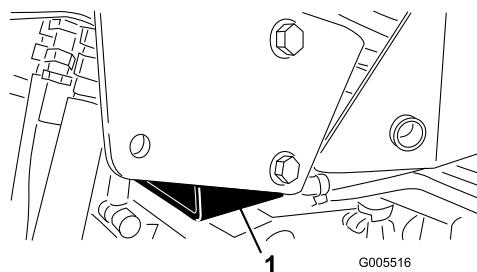

図 34
- ・右側ジャッキパッド部分と、ROPS横転保護バーのサポートブラケットの近く図 34。